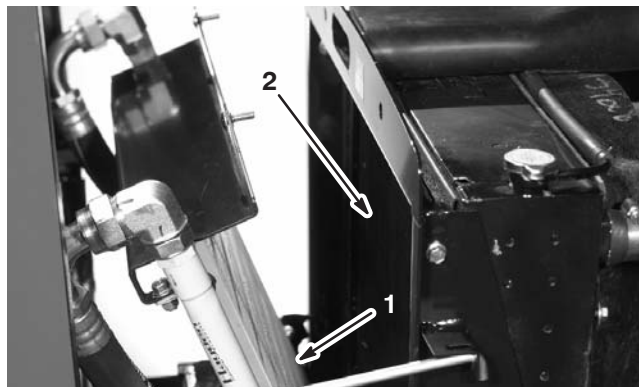

Figure 51
3. Basculez le refroidisseur d'huile en arrière. Nettoyez soigneusement les deux côtés du refroidisseur et du radiateur (Fig. 51) à l'air comprimé.